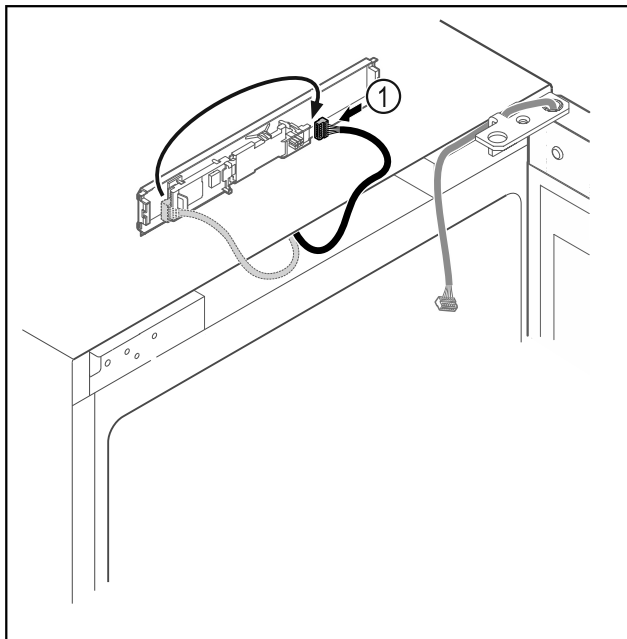

Fig. 13
- ▶ Μεταφέρετε το φισ Fig. 13 (1) στην πλακέτα.